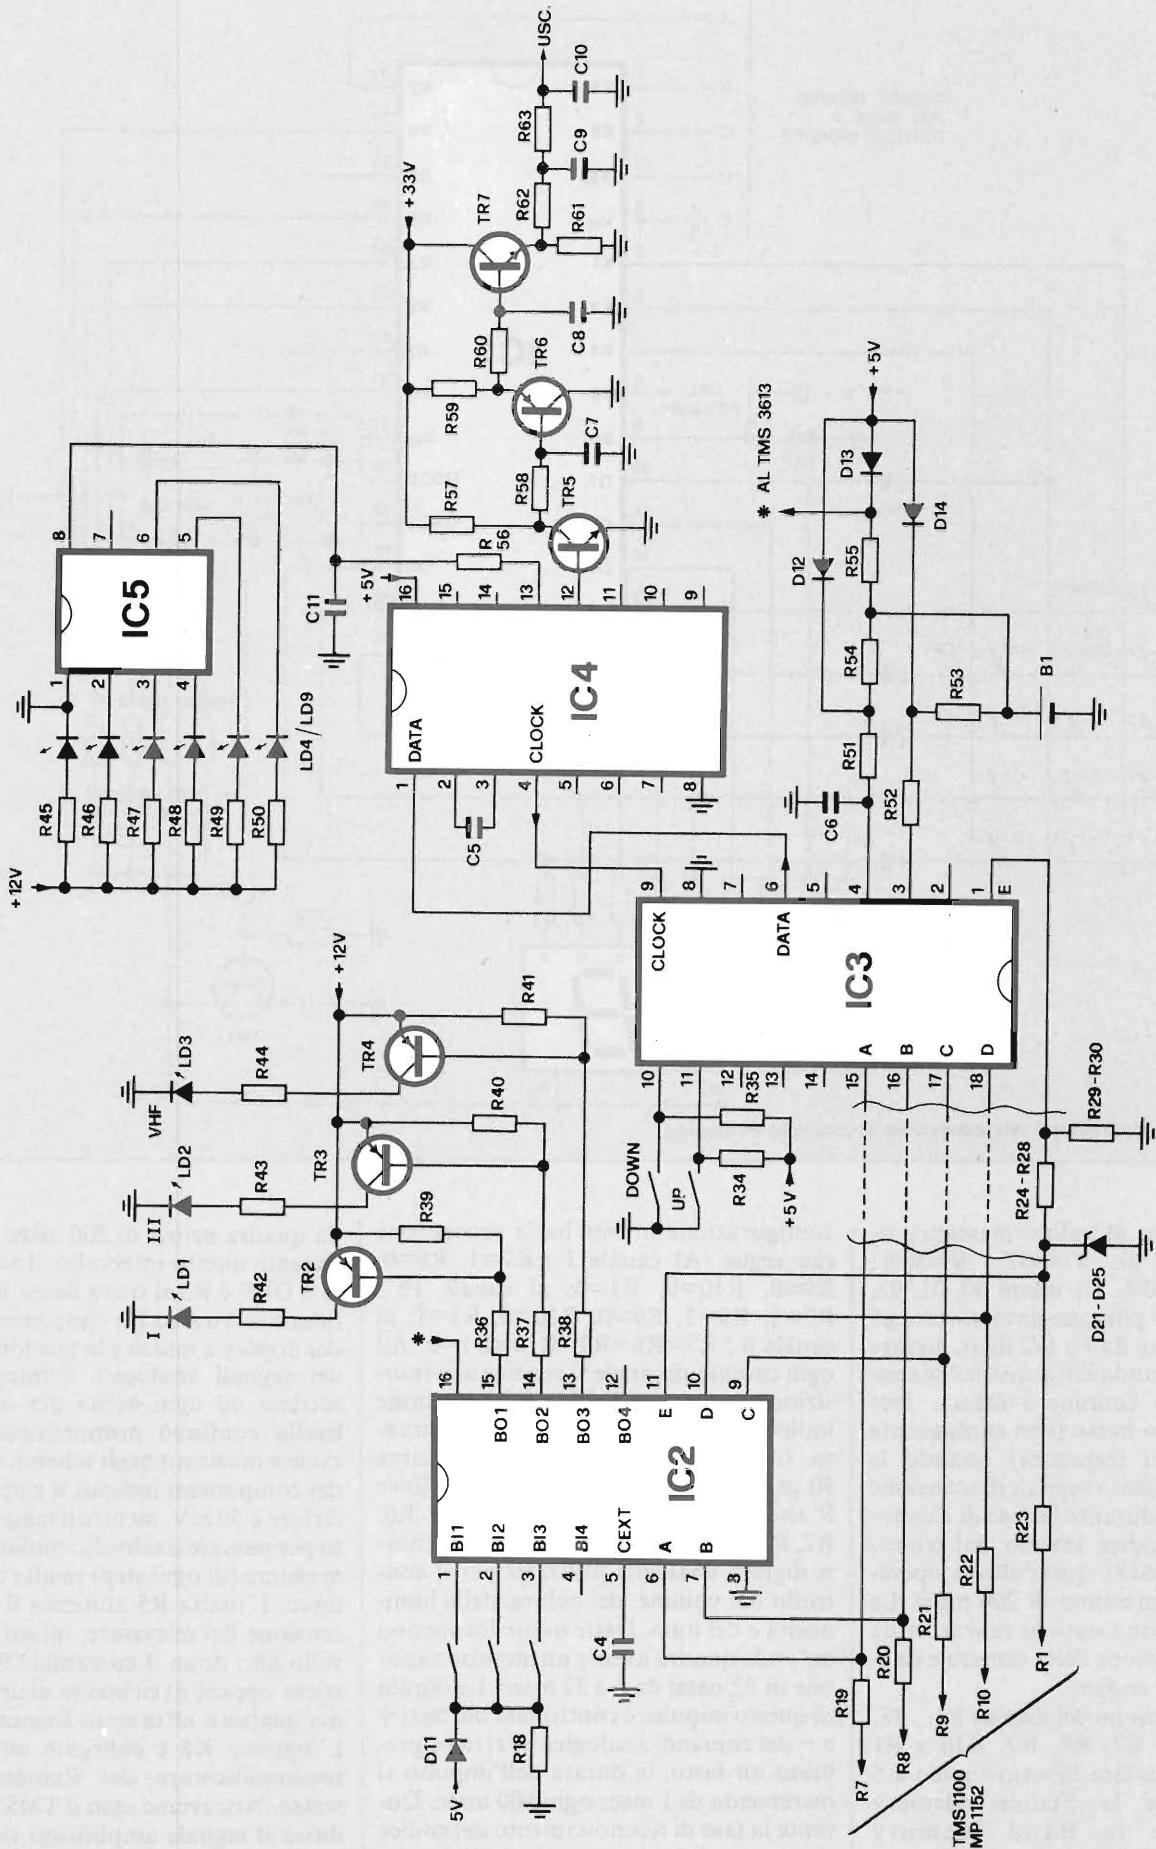

Fig. 2/A - Schema elettrico della sintonia completa di memoria e V.C.O..
**ELENCO COMPONENTI (figure 2 - 2a)**